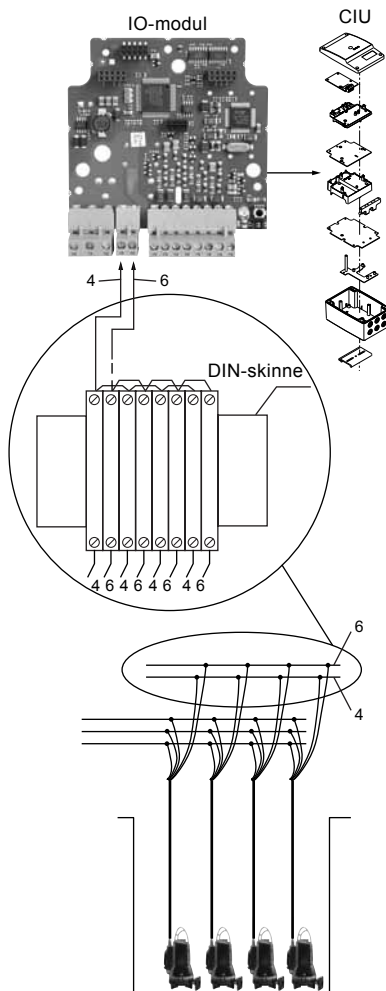

Fig. 7 Powerline-tilslutning
Klemmerne 1 og 2 bruges til at etablere kommunikation med hver pumpe. Hvis der er installeret mere end én pumpe i anlægget, skal lederne tilsluttes som vist i fig. 7.
I den øverste del af klemrækken skal der laves en parallellforbindelse. Tilslut derefter leder 4 til klemme (pos. 1) og leder 6 til klemme (pos. 2). Se fig. 7.